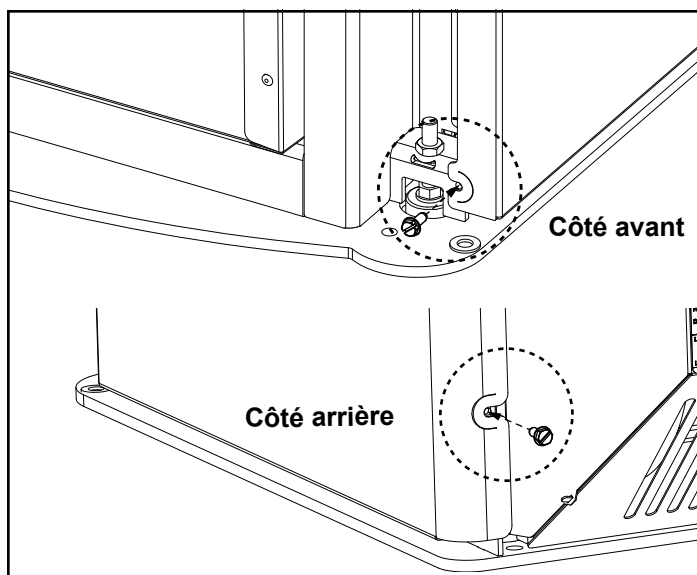

Figure 2
**2e étape :** Serrez les (4) vis de filetage de 10-24 x 1/2 po à l'aide d'un tourne-écrou de 5/16 po; (2) vis de filetage par panneau. Figure 2. **(Remarque : il n'est pas nécessaire de retirer la porte afin d'accéder aux vis.)**